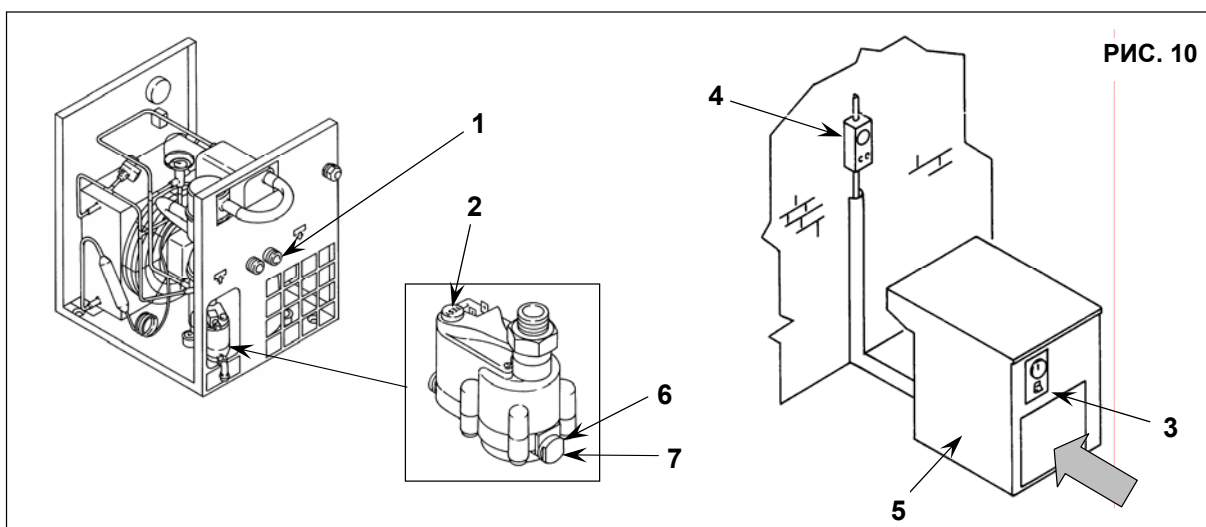

РИС. 10
### 15.2 ОЧИСТКА ФИЛЬТРА УСТРОЙСТВА АВТОМАТИЧЕСКОГО СЛИВА КОНДЕНСАТА (Рис. 10)
- Закройте кран, поз. 1, рис. 10
- Сбросьте давление в осушителе, нажав кнопку слива конденсата "TEST", расположенную на пароотделителе, поз. 2, рис. 10.
- Выключите устройство, нажав кнопку "STOP", поз. 3, рис. 10
- Включите автоматический дифференциальный переключатель питания, поз. 4, рис. 10
### 15.3 ОЧИСТКА КОНДЕНСАТОРА (Рис. 10)
- Снимите панели, поз. 5, рис. 10
- Очистите ребра конденсатора, поз. 1, сжатым воздухом (Рис. 10). **НЕ ИСПОЛЬЗУЙТЕ ВОДУ И РАСТВОРИТЕЛИ**
- Установите панели, поз. 5, рис. 10
#### ПОРЯДОК ДЕЙСТВИЙ ПРИ СБРОСЕ ДАВЛЕНИЯ (Рис. 10)
- Закройте краны, поз. 1, рис. 10
- Сбросьте давление в осушителе, нажав кнопку слива конденсата "TEST", расположенную на пароотделителе, поз. 1, рис. 10